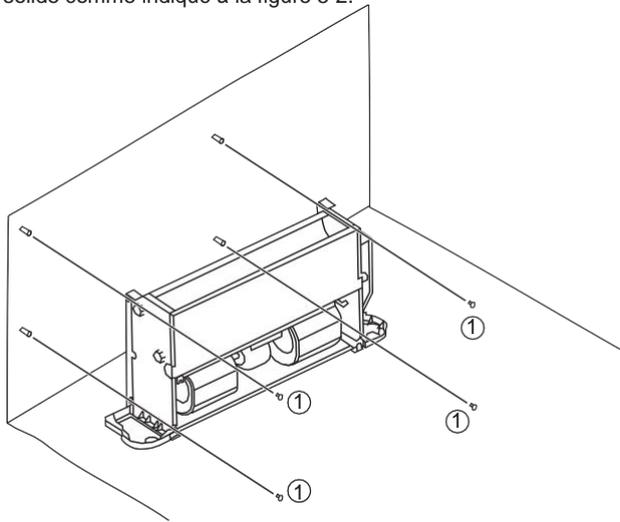

Fig 5-2 Fixation appareils
Fixez quatre vis (1) dans une structure de maçonnerie solide comme indiqué à la figure 5-2.